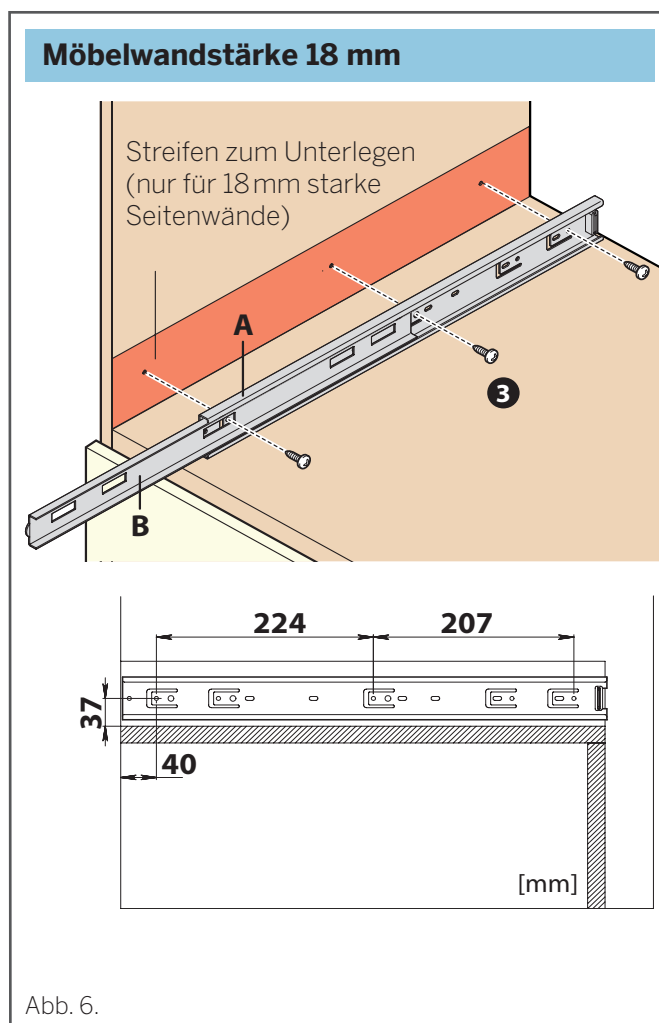

Abb. 6.
- ⚠ An Möbeln mit 18 mm starken Seitenwänden ist der Gebrauch von Unterlegscheiben (im Lieferumfang enthalten) obligatorisch, siehe Abb. 6.
- 3 Die **Führungskörper A + B** an den Seitenwänden der Säule mit selbstschneidenden Schrauben befestigen (TC ZN, 4 x 15); für die an den Seitenwänden des Möbels anzubringenden Bohrung siehe Abb. 5. und Abb. 6.